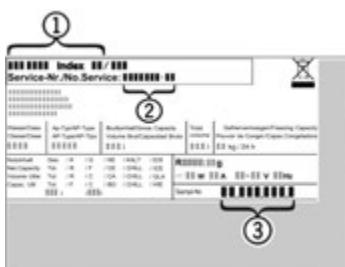

Fig. 13
- ▶ Назва пристрою Fig. 13 (1), сервісний номер Fig. 13 (2) та серійний номер Fig. 13 (3) вказані на табличці типів. Табличка типів знаходитьться всередині пристрою, зліва.
- ▶ Повідомте сервісну службу про характер неполадки, назву пристрою Fig. 13 (1), сервісний номер Fig. 13 (2) та серійний номер Fig. 13 (3).